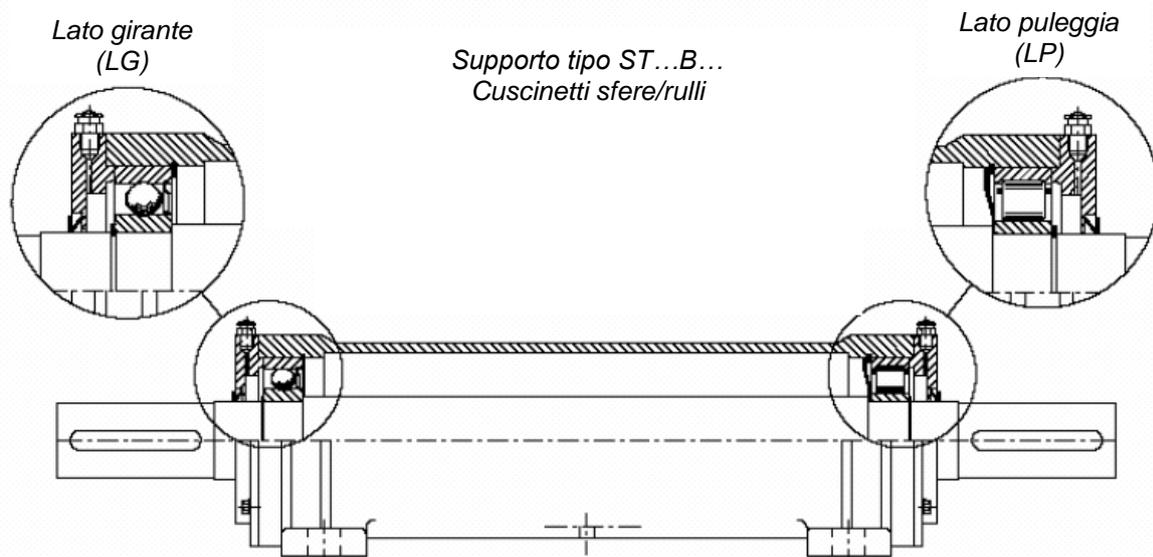

Figura 10-9 Supporto monoblocco ST...B... con cuscinetto radiale a sfere dal lato girante e a rulli dal lato trasmissione
- Supporto tipo ST...B... con cuscinetto rigido a rulli dal lato trasmissione (Figura 10-9). Il lato su cui si trova il cuscinetto a rulli ha una punzonatura CR sull'albero.
Fare attenzione al verso di montaggio del paragrasso (Figura 10-9 e Foto 55).